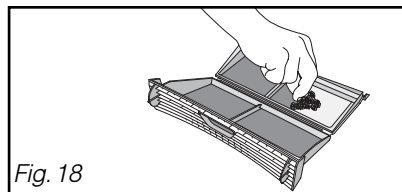

Fig. 18
- Nettoyez-le en le débarrassant de la mince couche de peluche qui le recouvre (Fig. 18).